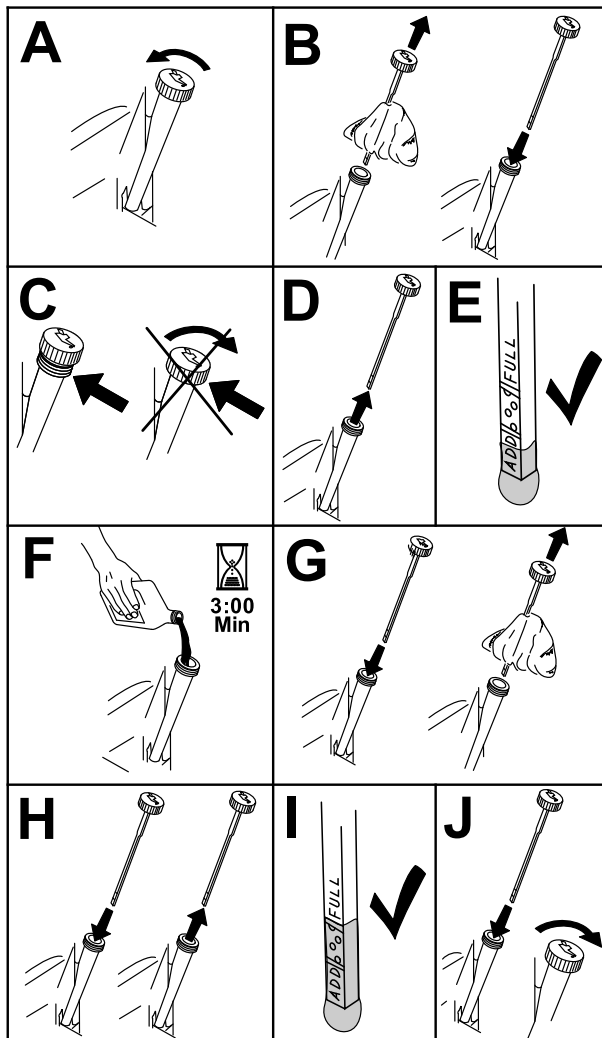

Figure 53
3. Pour éviter de faire tomber de l'herbe, de la poussière, etc., dans le moteur, nettoyez la surface autour du bouchon de remplissage-jauge d'huile, avant de l'enlever (Figure 53).